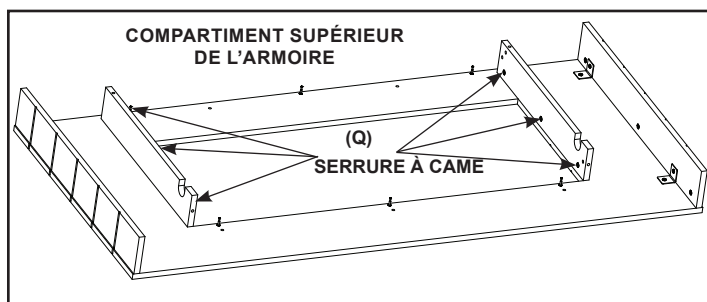

Figure 12
- Tournez chacune des six (06) serrures à came d'un quart de tour dans le sens des aiguilles d'une montre, tel qu'indiqué sur la figure 12. Se reporter à l'étape 4.